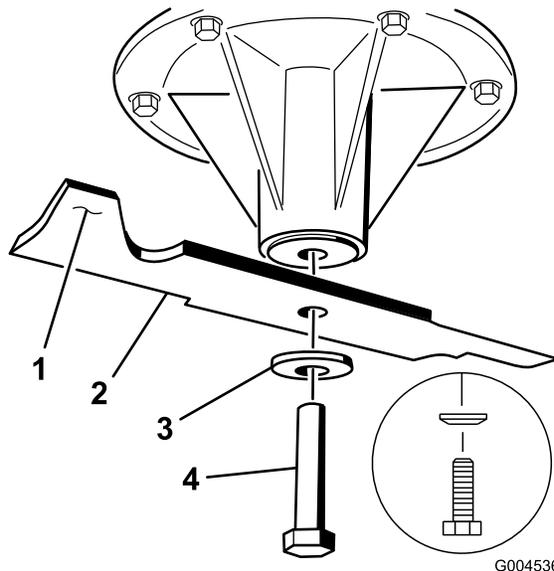

図 82
1. スピンドル・シャフトにブレードを取り付ける（図 82）。
2. スプリング・ディスクとブレード・ボルトを取り付けるスプリング・ディスクは、円錐部をボルトの頭に向けて取り付ける（図 82）。各ブレード・ボルトを85～110ft.-lb（115～150Nm = 11.8～15.2kg.m）にトルク締めする。